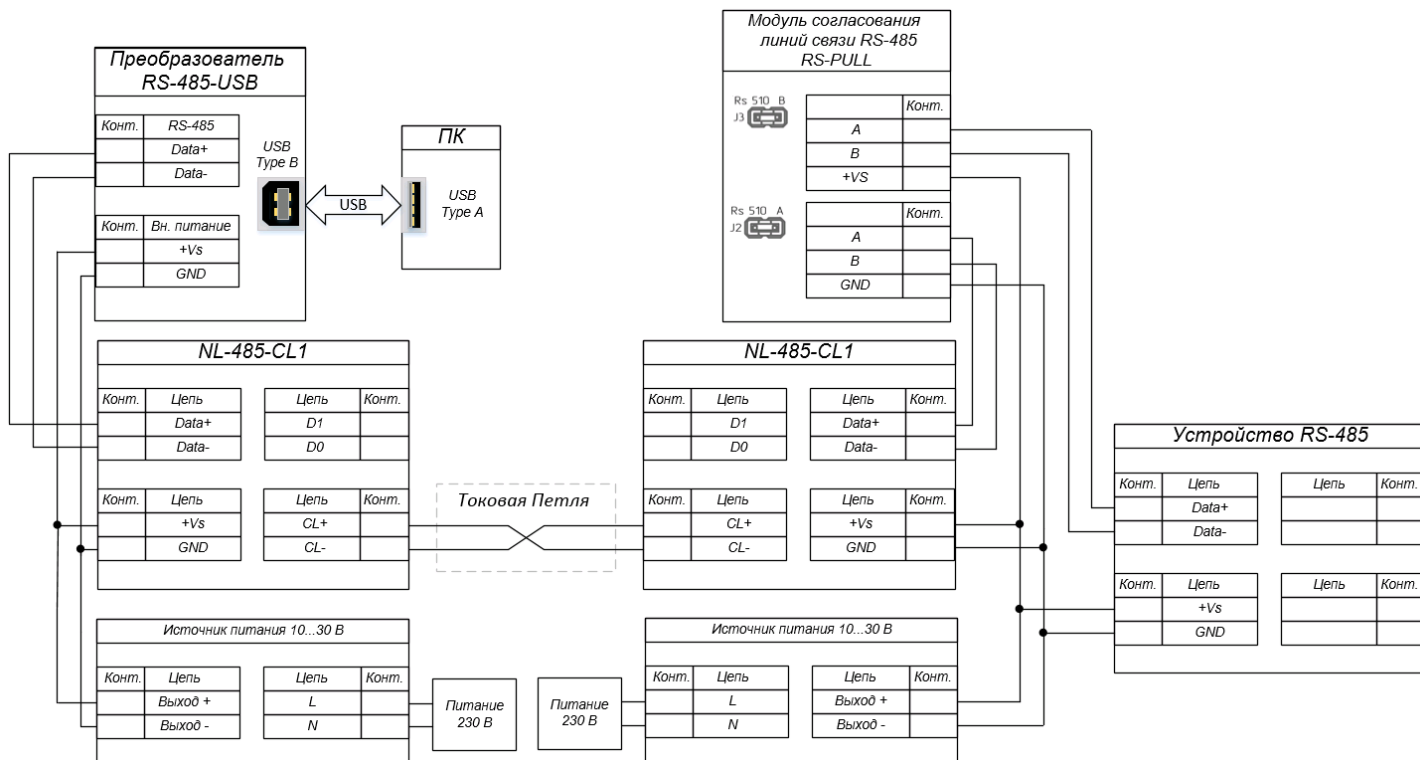

Рис. 2.1. Схема подключения модулей NL-485-CL1
Модуль предназначен для увеличения длины линии (до 5км.) передачи данных RS-485 путем преобразования в «токовую петлю» и обратно. Для организации обмена информацией между устройствами, имеющими интерфейсы RS-485, необходимо два модуля. Пример подключения изображен на Рис. 2.1. Модуль автоматически выбирает скорость и направление передачи. Формат передаваемых данных не играет роли.
**Для стабильной работы интерфейса RS-485 и токовой петли** на стороне приёмника (устройства RS-485) устанавливается модуль согласования линий RS-PULL с установленными джамперами J2 и J3, согласно Рис. 2.1.